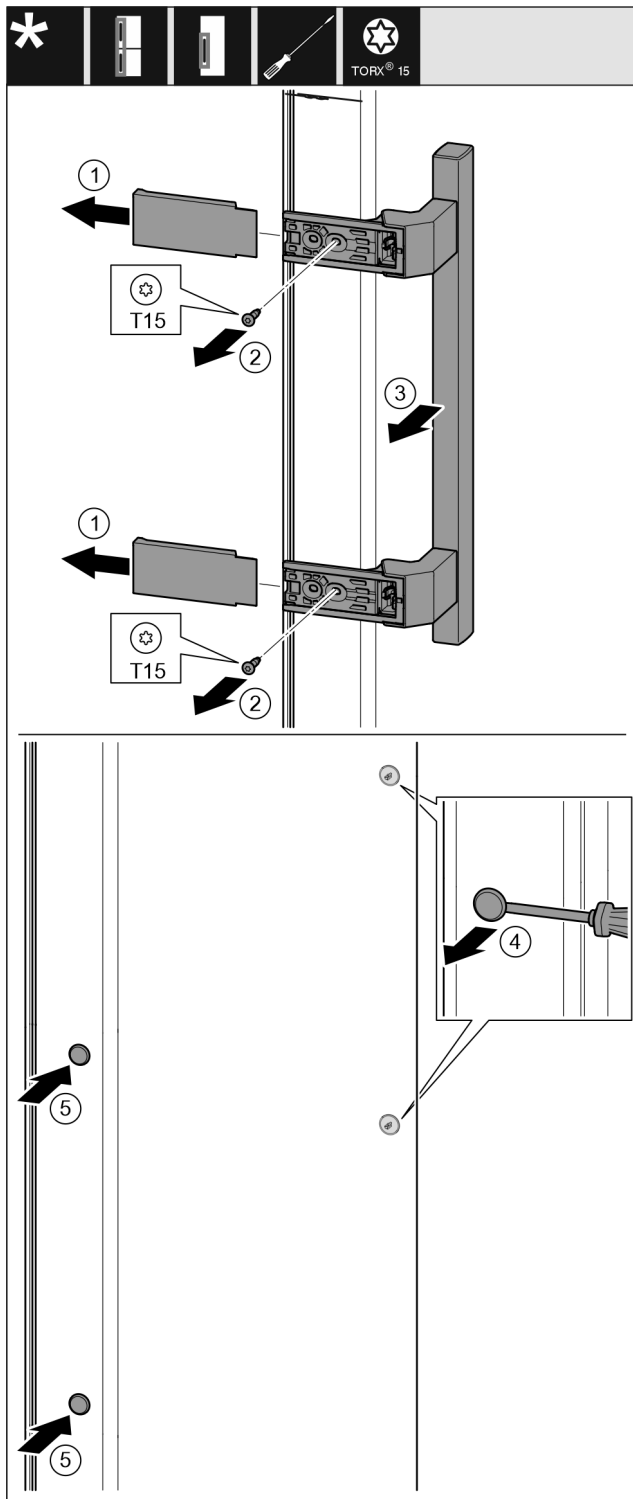

Fig. 14
- ▶ Stáhněte kryt. Fig. 14 (1)
- ▶ Šroubovákem Torx 15 vyšroubujte šrouby. Fig. 14 (2)
- ▶ Sejměte madlo. Fig. 14 (3)
- ▶ Postranní zátku opatrně plochým šroubovákem nadzvedněte a vytáhněte. Fig. 14 (4)
- ▶ Zátku opět vložte na druhou straně. Fig. 14 (5)